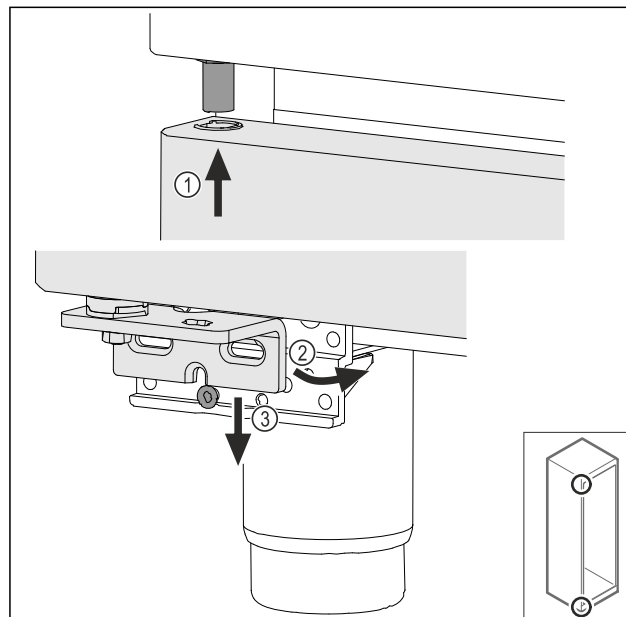

Fig. 39
- ▶ Pange uks veidi kallutatult sisse Fig. 39 (1), joondage uks sirgelt välja Fig. 39 (2) ja asetage all laagripuki poldile Fig. 39 (3).